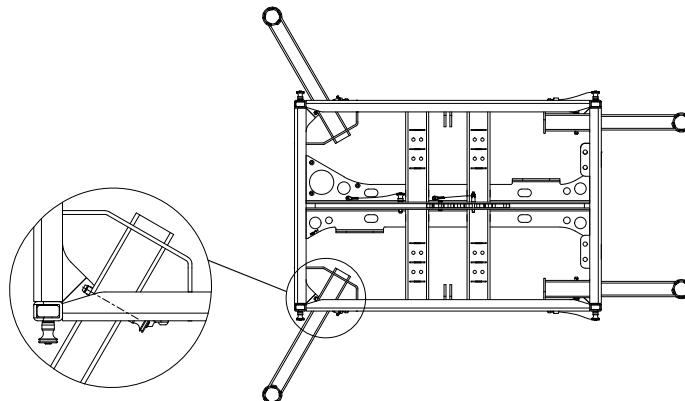

Abbildung 4.4.3 - Montage vorn VERA ORF900 Outrigger am VERA RF600
3. Stecken Sie alle Kugelsperrbolzen immer komplett durch alle Vierkantrohre (siehe Abbildung 4.4.3 links).